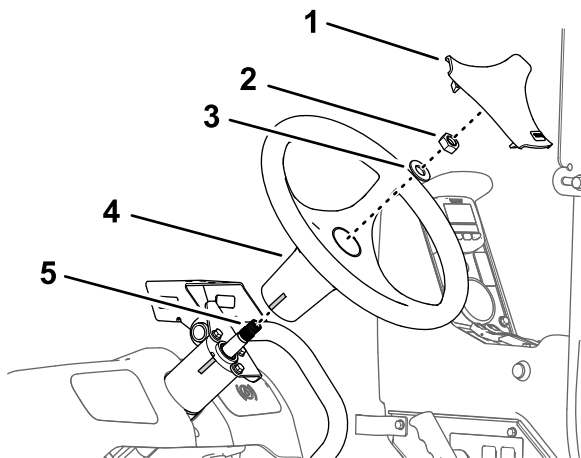

Figura 165
- Alinhe a marca da fita no volante com a marca na caixa da válvula da direção (Figura 165).
- Monte o volante no eixo da válvula da direção (Figura 165) com a anilha (5/8 pol.) e porca (5/8 pol.) que retirou no passo 3 de Remoção do volante (página 77).